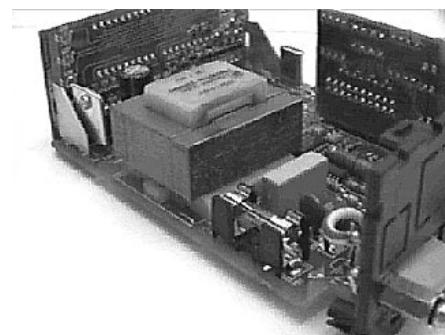

Fig. 1
Para ello, siguiendo siempre las Advertencias de Seguridad (ver punto 17.3.5, página 10), deberá proceder a desmontar el equipo, Inserción de Tarjetas (ver página 15), e identificar la zona ilustrada en la ilustración 1.
- *To perform this modification, open the instrument case (see page 10, "Plugging cards"), thoughtfully following all safety warnings (see section 17.3.5 at page 15), and identify the zone referred in the figure 1.*